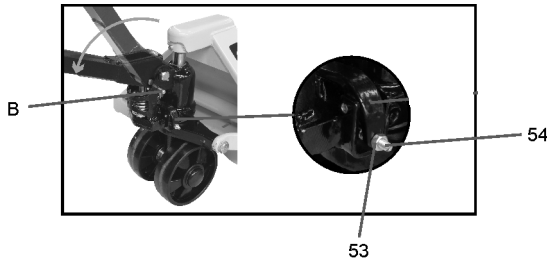

Fig. 6 – Retirando o pino
d. O pistão de acionamento do cabo vem travado com um pino “B”, ver fig. 6.
e. Para o correto funcionamento do equipamento, posicione o cabo totalmente na horizontal e remova o pino trava da mola “B”, ver fig. 6.
Em caso de necessidade de ajuste da alavanca para elevar ou baixar a carga, faça o ajuste através do parafuso “54”, conforme fig. 6, e depois de concluído o ajuste, trave o parafuso “54” apertando a porca “53”.